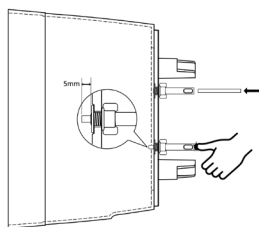

Abbildung 8
4. Stecken Sie die Dochte von unten in die Dochthalter, so dass die Dochte oben etwa 0.5 cm herausstehen und die Dochte unten bündig abschließen (siehe Abb. 8).